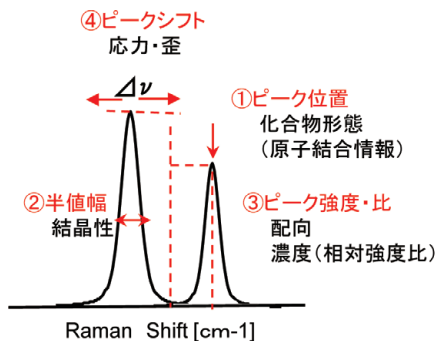

図1 顕微ラマンスペクトルから得られる情報
顕微ラマン分光法は、レーザー光を分析試料に照射し、**図1**に示すように散乱光の波長シフト（ラマンシフト）を計測することで、①化合物形態、②結晶性、③配向性（偏光時のピーク強度変化）や濃度、④応力・歪（ピークシフト量）の情報が得られる分析手法です。